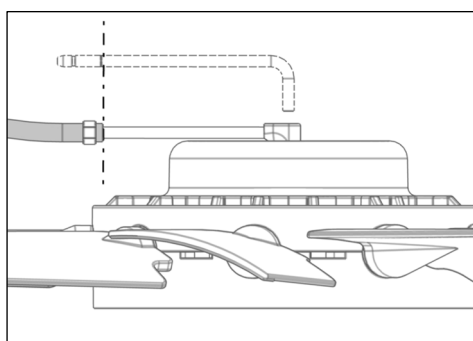

Fig. 18
- 9) Colocar a mangueira de pressão sobre o tubo de entrada de ar até à marcação (25 mm / 0,984") (Fig. 18).